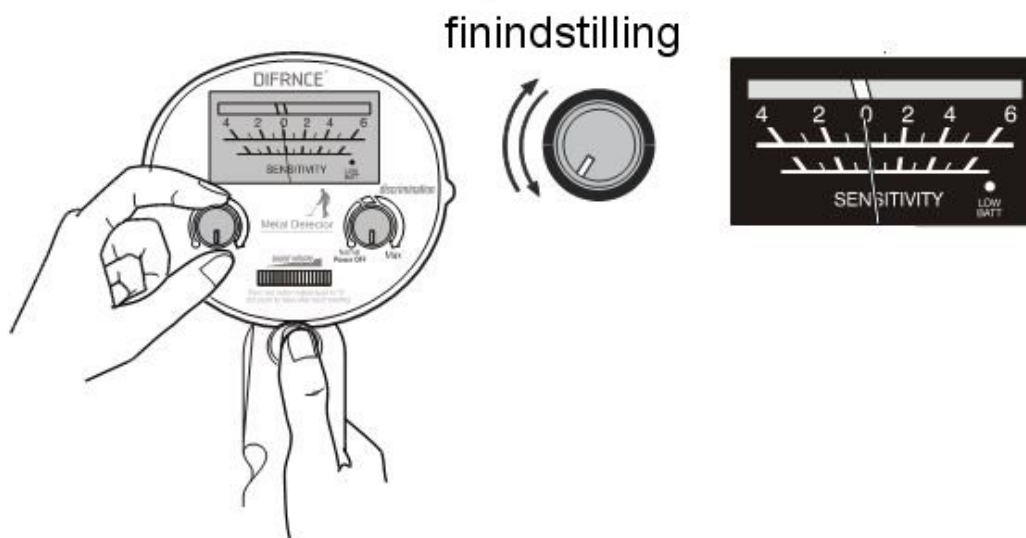

Fig. 10
- Hold den røde knap trykket ind, mens du samtidig drejer knappen TUNE, indtil viseren på displayet står på "0" (det gule felt på displayet). Slip den røde knap. Viseren på displayet skal stå lige omkring "0", når balancen er blevet justeret. Detektorens følsomhed er nu på sit højeste niveau. (Fig. 10).